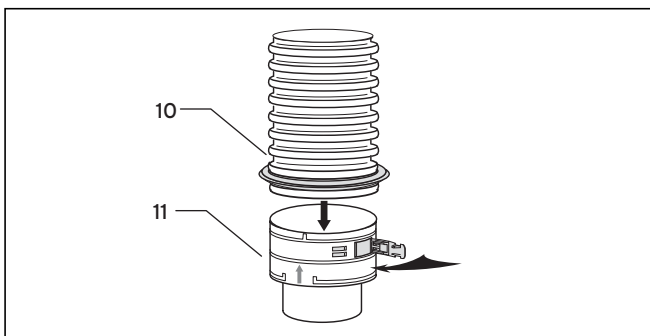

Рис. 6.33 Вставной элемент с гибким выпускным газопроводом
- Поступайте так же, как и при монтаже вставного элемента (см. рис. 6.33).